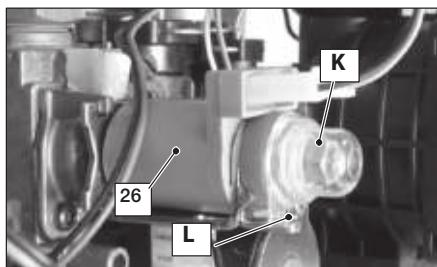

Рисунок 7.2
- Снимите защитную заглушку «A» модулирующего устройства 26 (Рисунок 7.2), освободив ее от упора «B» (с этой целью поверните ее по часовой стрелке и подденьте отверткой).
(Рисунок 7.2).